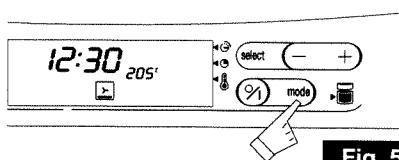

Fig. 5
2. Appuyez sur la touche «mode» jusqu'au type de cuisson choisi. (Exemple : «sole pulsée») (fig. 5).